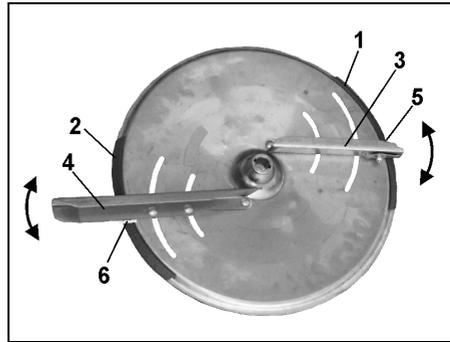

Fig. 35
Zur exakten, werkzeuglosen Einstellung der einzelnen Streuschaufelstellungen sind auf jeder Streuscheibe zwei unterschiedliche, unverwechselbare Skalen (Fig. 35/1 und Fig. 35/2) angeordnet.
Der kürzeren Streuschaufel (Fig. 35/3) ist die Skala (Fig. 35/1) mit den Werten von 5 bis 28 und der längeren Streuschaufel (Fig. 35/4) die Skala (Fig. 35/2) mit den Werten von 35 bis 55 zugeordnet.
Das Verschwenken der Streuschaufeln auf einen höheren Zahlenwert der Skala (Fig. 35/1 bzw. Fig. 35/2) bewirkt eine Vergrößerung der Arbeitsbreite.
- Den Skalenwert für die Schaufelstellung der **kurzen** Streuschaufel auf der Skala (Fig. 35/1) aufsuchen.
- Ablesekante (Fig. 35/5) der **kurzen** Schaufel (Fig. 35/3) auf den Skalenwert schwenken und **die Flügelmutter wieder fest anziehen**.
- Den Skalenwert für die Schaufelstellung der **langen** Streuschaufel auf der Skala (Fig. 35/2) aufsuchen.
- Ablesekante (Fig. 35/6) der **langen** Schaufel (Fig. 35/4) auf den Skalenwert schwenken und die Flügelmutter wieder fest anziehen.